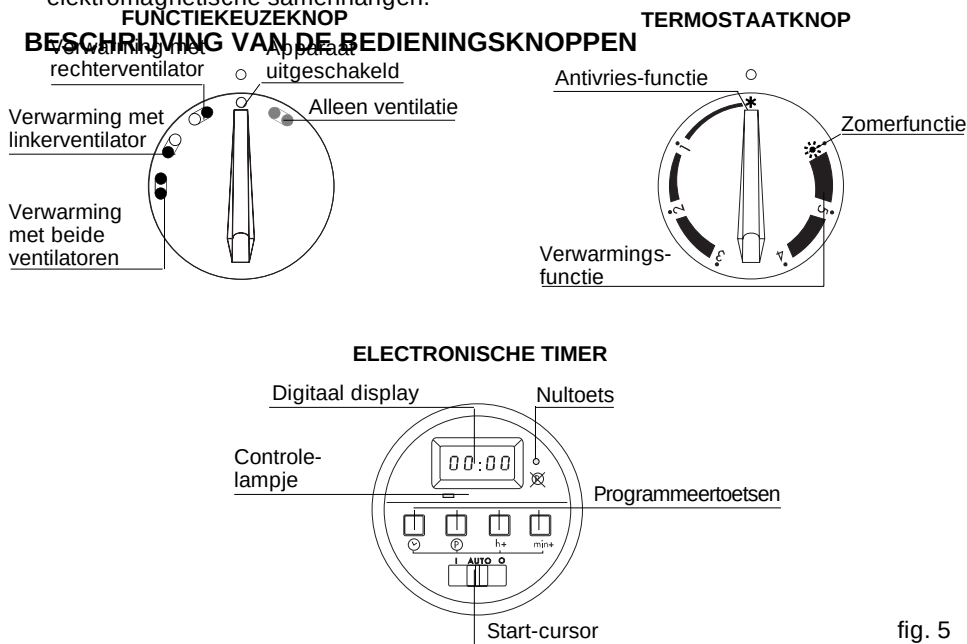
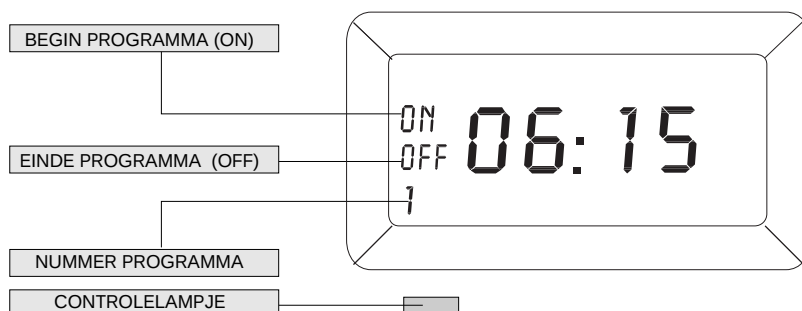

fig. 5
Fig. 6
- De functiekeuzeknop in één van de drie standen voor verwarming draaien (fig. 5).
- De thermostaatknop in de antivries-stand * draaien. (fig. 5)
- De functiekeuzeknop in de stand "alleen ventilatie" draaien (fig. 5).
- De thermostaatknop in de stand * : "zomerfunctie" draaien (fig. 5)
Om het apparaat uit te zetten, de functiekeuzeknop terugdraaien naar de stand "O" (fig. 5) en, bij modellen die voorzien zijn van een timer, ook op de startknop drukken (fig. 5), zodat het lijntje op de display verschuift naar de stand "O" (fig. 6).
- De knop $\odot$ indrukken en, tegelijkertijd, de knop $h+$ (fig. 5) tot aan het juiste uur, dan de beide knoppen loslaten.
1. Zet de start-cursor op de stand "AUTO" (fig.5)
2. Op de knop  drukken om in het eerste startprogramma te komen. Op de display verschijnt het opschrift ON en het nummer van het programma (1), zie fig. 6.
4. Om het uur in te stellen waarop het programma moet eindigen opnieuw op knop  drukken. Op de display verschijnt het opschrift OFF en 1 (fig. 6). Op dit punt het tijdstip instellen met behulp van de knoppen h_{+} en min_{+} .